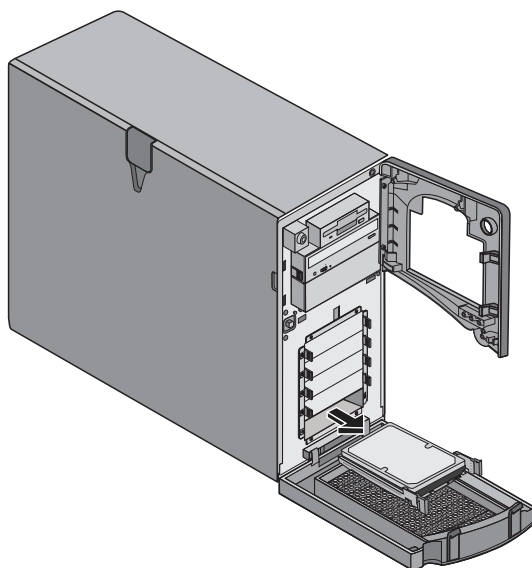

Figura 2-8: Extracción de la unidad de disco duro de intercambio en frío
6. Sujete con la mano la parte inferior de la unidad mientras tira lentamente de la unidad hacia fuera. Consulte la figura 2-8.